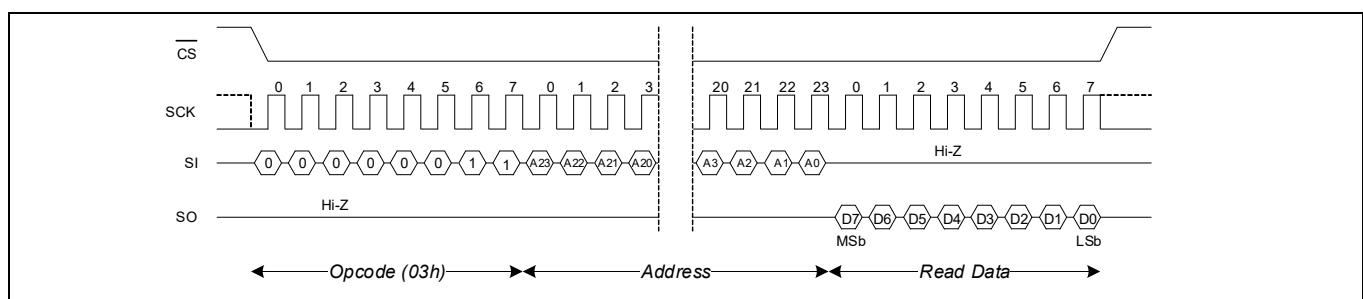

図 11 メモリ読み出し動作
**CS** の立ち下りエッジの後、バスマスターは READ オペコードを発行できます。READ コマンドの後には、読み出し動作の最初のバイトを指定する 21 ビットアドレス (A20 ~ A0) を含む 3 バイトアドレスが続きます。アドレスの上位 3 ビットは無視されます。オペコードとアドレスが発行された後、デバイスは次の 8 クロックサイクルの間読み出しデータを出力します。SI 入力は読み出しデータバイトの出力中には無視されます。後続のバイトは順次に読み出されるデータバイトです。バスマスターがクロックを送り、**CS** が LOW である限り、アドレスは内部でインクリメントされます。1FFFFFh の最終アドレスに達すると、内部アドレスカウンターは 00000h に戻ります。SO 上のすべての読み出しデータバイトは、8 クロックサイクルの間 MSb ファースト、LSb ラスト方式で駆動されます。CS の立ち上りエッジで読み出し動作が終了し、SO ピンがトライステートになります。CY15X116QI の読み出し動作を図 11 に示します。